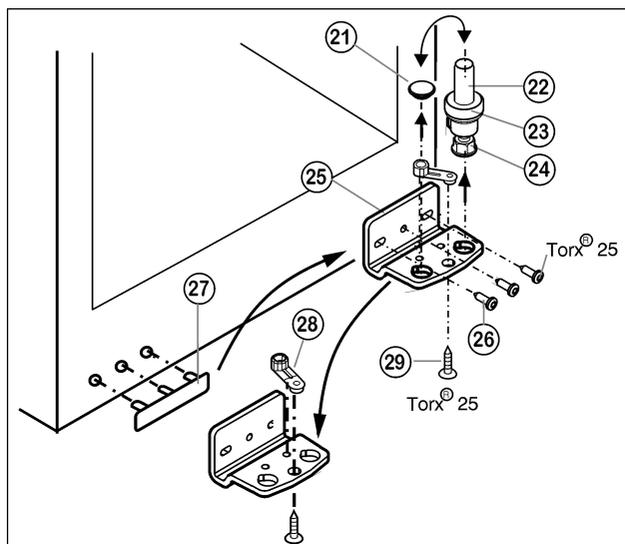

Fig. 5
- ▶ Извлеките опорный винт Fig. 5 (22) в комплекте с шайбой Fig. 5 (23) и регулируемой опорой Fig. 5 (24), вытягивая его вверх.
- ▶ Снимите пробку Fig. 5 (21).
- ▶ Открутите Fig. 5 (26) опорный кронштейн Fig. 5 (25).
- ▶ Открутите Fig. 5 (29) опорную деталь Fig. 5 (28) и, переставив в отверстие на противоположной стороне опорного кронштейна, снова прикрутите.
- ▶ Осторожно снимите и переставьте на противоположную сторону крышку со стороны ручки Fig. 5 (27).
- ▶ Снова прикрутите опорный кронштейн Fig. 5 (25) на новой стороне шарнира (с моментом 4 Нм). При необходимости используйте аккумуляторный шуруповёрт.
- ▶ Переставьте пробку Fig. 5 (21) в свободное отверстие.
- ▶ Вновь установите опорный винт Fig. 5 (22) в комплекте с шайбой и регулируемой опорой. При этом фиксатор должен быть направлен назад.
- ▶ Установите дверцу сверху на нижний опорный палец Fig. 5 (22).
- ▶ При необходимости выровняйте дверцы через два продольных паза в нижнем опорном кронштейне Fig. 5 (25) параллельно корпусу устройства. Для этого выкрутите средний винт.